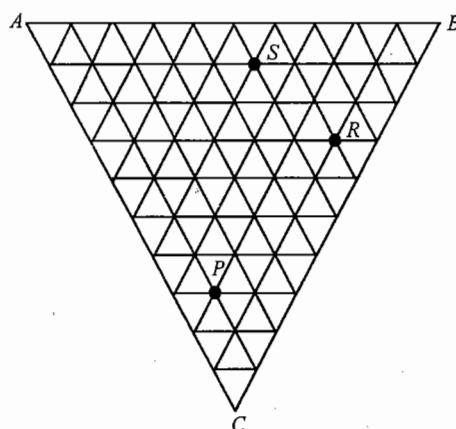

图 26-1 第二题第 2 小题图
- 在图 26-1 所示浓度三角形中，确定  $P$ 、 $R$ 、 $S$  三点的成分。若有 2kg 的  $P$ 、4kg 的  $R$ 、7kg 的  $S$  混合，求混合后该合金的成分？